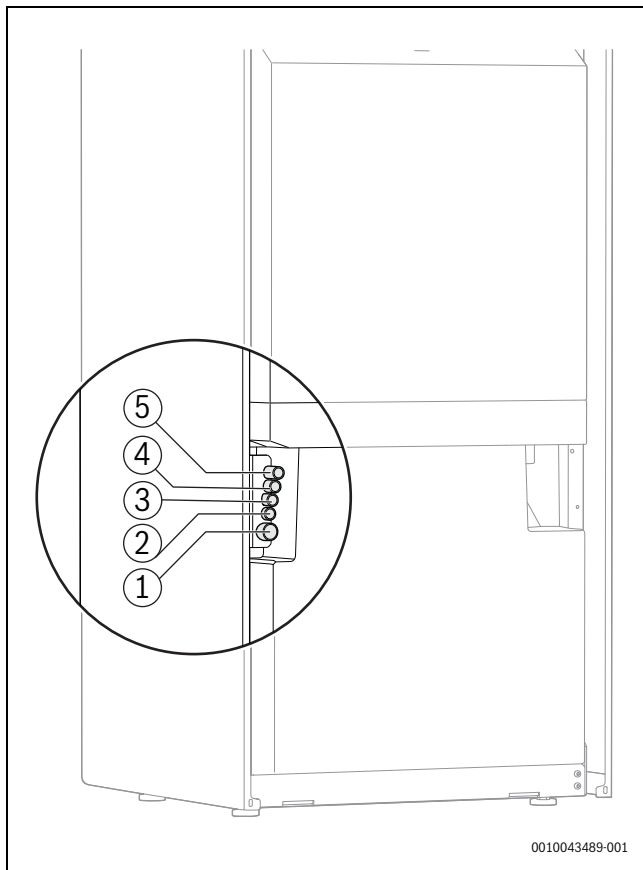

Fig. 27 Vue de derrière : passage du câble de réseau dans l'unité intérieure
- ▶ Veiller à la correcte affectation du câble de réseau aux chemins de câbles correspondants (→ figure 27).